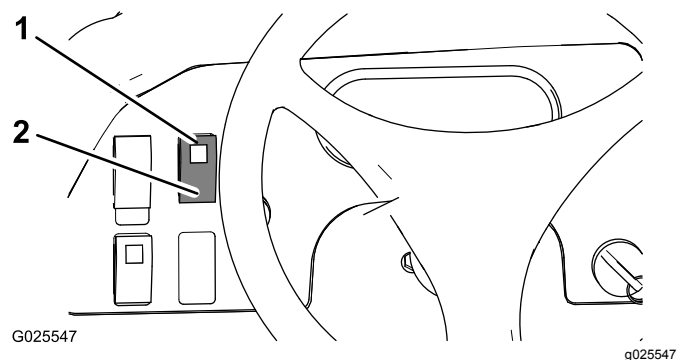

Bild 24
- Drücken Sie den Differentialsperrschalter nach oben, um das Differenzial zu sperren (Bild 24).
- Drücken Sie den Differentialsperrschalter nach unten, um das Differenzial zu entsperren (Bild 24).